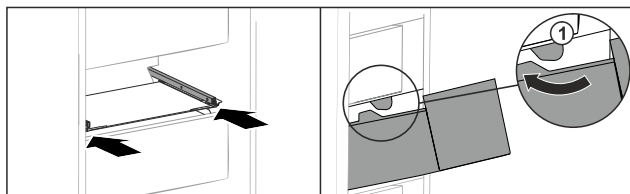

Fig. 156
- ▶ Før skuffen rundt stopperne Fig. 156 (1).